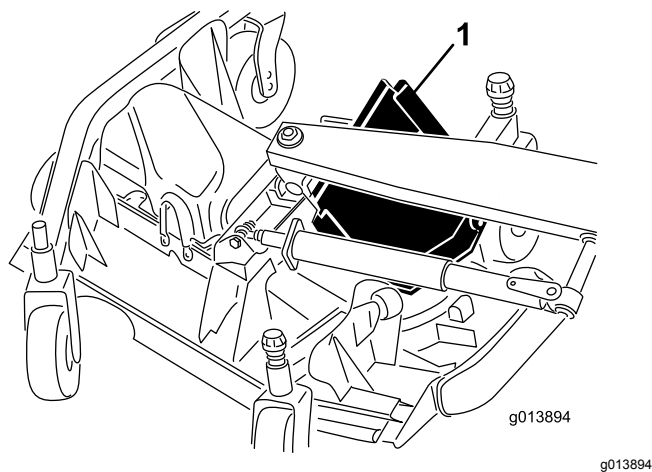

Figura 85
6. Levante a extremidade dianteira e oriente-a entre o braço de elevação e o rolo para a retirar (Figura 85).